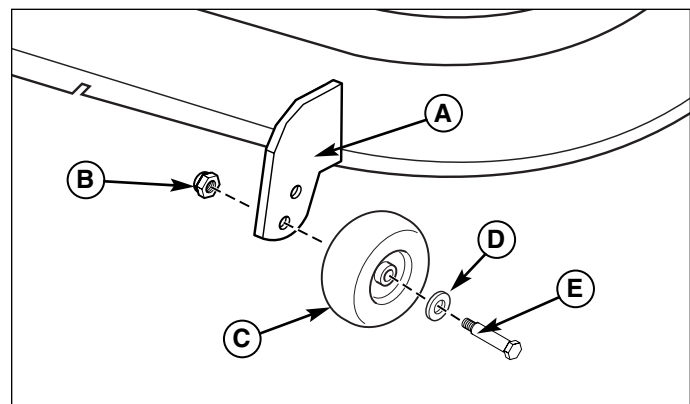

Figura 38. Regolazione della ruota di livello a piastra fissa
1. Rimuovere il controdado (B, Figura 38), la ruota di livello (C), le rondelle (D) ed il bullone di spallamento (E). Portare la ruota di livello sulla posizione desiderata.
2. Inserire il bullone di spallamento (E) attraverso le rondelle (D), la ruota di livello (C) e la piastra della ruota di livello (A). Fissare con il controdado (B). Ripetere le fasi 1 e 2 per tutte le ruote di livello.